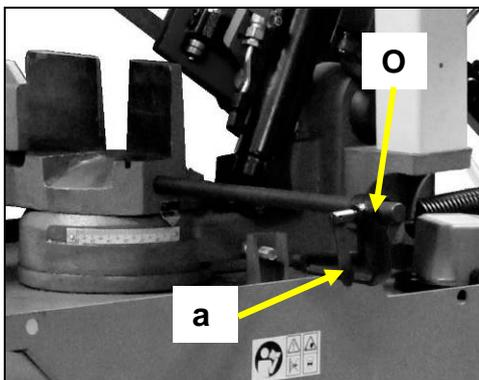

Fig 43
- Desserrez la manette (a) et réglez la tête de la butée à la longueur voulue par rapport à la lame ruban (Fig 43).